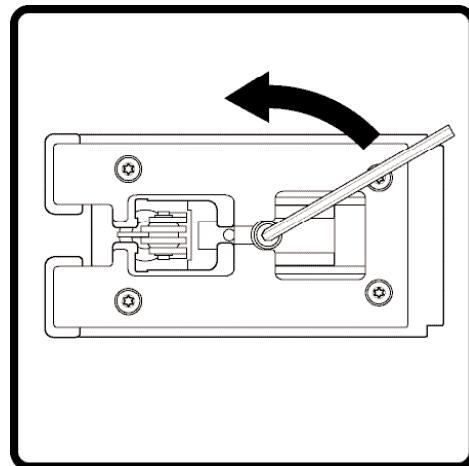

Fig. 19
- Glisser la semelle complètement vers l'avant et serrer l'écrou. - Figure 19.